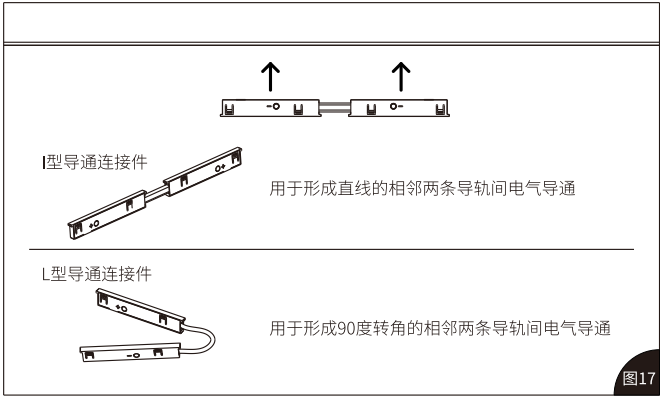

图17
11、把所有拼接轨道固定到天花板或墙面上后进行电气导通连接，其中直线拼接的位置装入I型导通连接件，转角拼接的位置装入L型导通连接件进行电气导通连接，如图17所示：